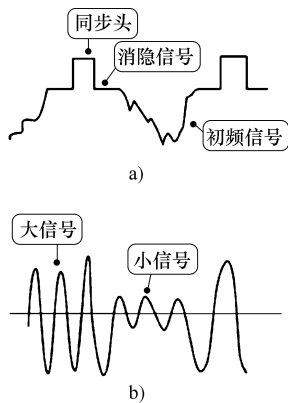

图 3-5 两种信号幅度分解的方法示意图
如图 3-5 所示是两种信号幅度分解的方法示意图。如图 3-5a 所示，同步头电平最大，其次为消隐电平，视频信号①电平最小，这是三个不同幅度信号组成的复合信号，分解这个复合信号时用幅度分离的方法，根据不同电平大小分离出三个独立的信号；图 3-5b 所示信号幅度大小不一，一些电路分析中需要将信号分成大信号和小信号两种情况。